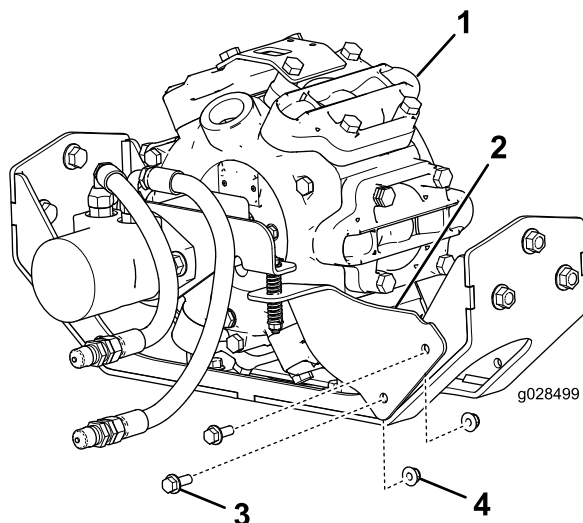

Bild 6
1. Befestigen Sie die Drehsperhalterung mit zwei Bundkopfschrauben (3/8 x 1") und zwei Bundmuttern (3/8") an der vorderen linken Halterung an der Sprühfahrzeugpumpe, wie in Bild 6 abgebildet.